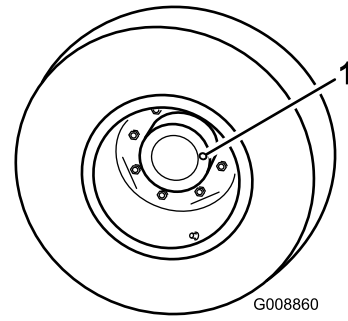

Figura 43
1. Coloque a máquina numa superfície nivelada e posicione a roda de forma a que o tampão de verificação/escoamento (Figura 43) se encontre na posição das três ou nove horas.
2. Retire o tampão da transmissão universal (Figura 43). O óleo deverá ser visível no fundo do orifício do tampão de verificação, que se encontra na zona traseira do travão.